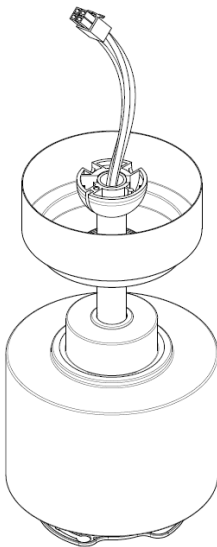

Fig.4
- Sollevare il corpo del ventilatore alla staffa di montaggio. Fig.4